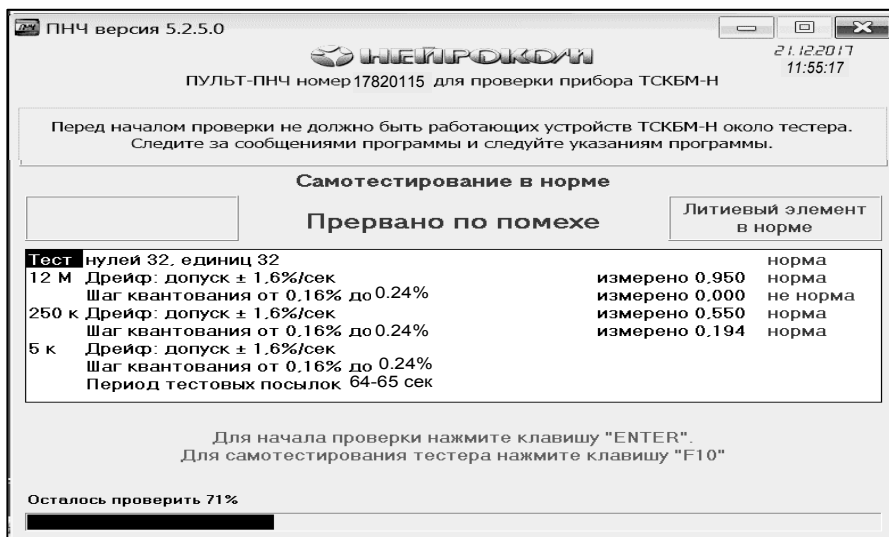

Рисунок 4.11 - Прерывание проверки из-за помехи
2) На экране сообщение: «Прервано по помехе» – рисунок 4.11. Дождитесь окончания действия помехи по погасанию индикатора «Помеха» на пульте ПНЧ, удалите или выключите источник помехи, нажмите Enter и повторите проверку данного прибора еще раз, начиная с п.4.4.2.